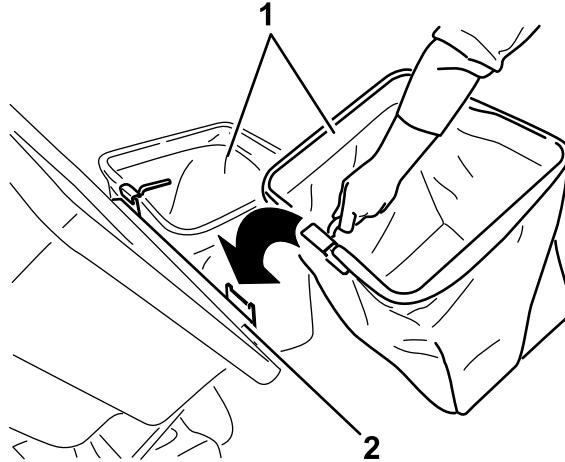

Figure 17
- Soulevez le couvercle et montez les bacs en accrochant les crochets du bâti sur les pattes de retenue (Figure 17).